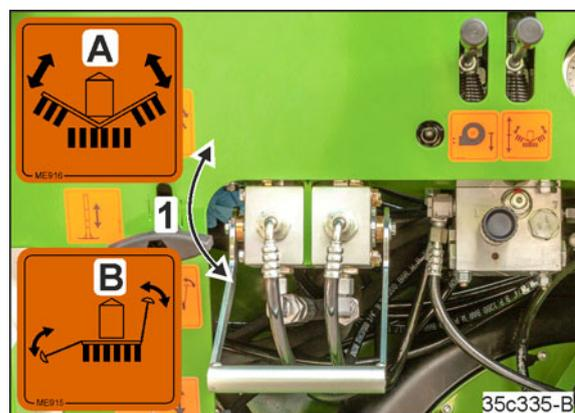

Fig. 227
8. Mettre le levier de vanne (Fig. 227/1) en position « B » et le laissez sur cette position durant le travail.